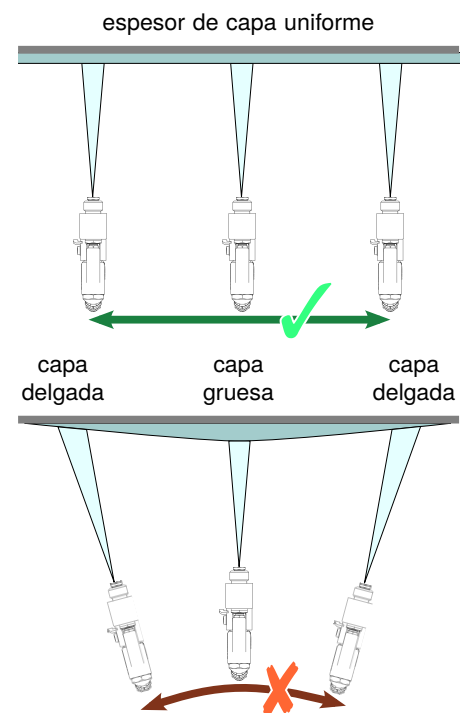

Fig. 18: Guía de la pistola pulverizadora
- Preste atención a una velocidad constante y guíe la pistola pulverizadora en paralelo a la superficie a recubrir. Un movimiento pendular de la pistola pulverizadora conduce a un revestimiento irregular (véase Fig. 18).